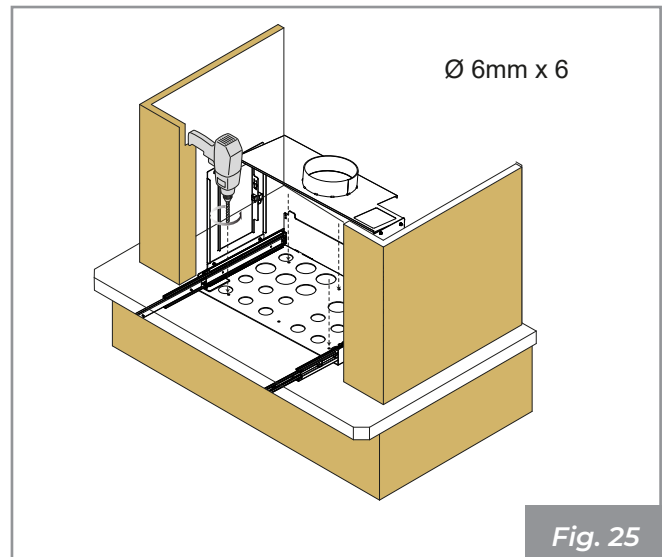

Fig. 25
netto (1), tracciare ed eseguire 4 fori  $\varnothing 6$  per il fissaggio (2) - usare come dima il basamento stesso - in seguito forare con punta dia. 6 mm (**Fig. 25**)